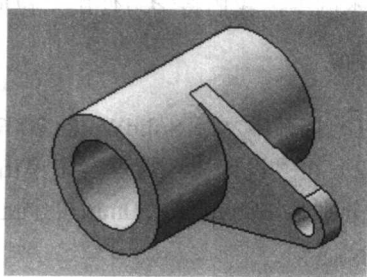

图 1-13 拉伸效果
(6) 单击特征工具栏中的“拉伸凸台/基体”工具按钮 ()，打开“拉伸”属性管理器。将深度 () 设置为 5mm。然后单击“确定”按钮 ()，生成拉伸效果，如图 1-13 所示。